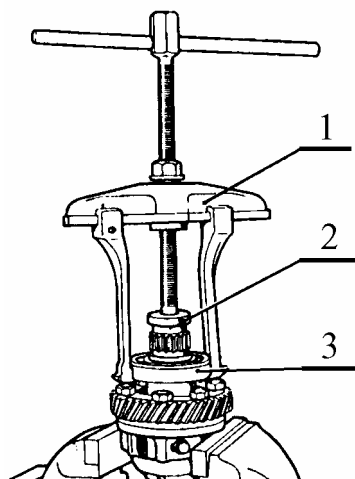

Рис.12. Спрессовка подшипников дифференциала:
3.13.3 Установить упор 2, рис.12, съёмник 1 и спрессовать подшипники 3 дифференциала (съёмник А.40005/1/6, упор 67.7853-9559).